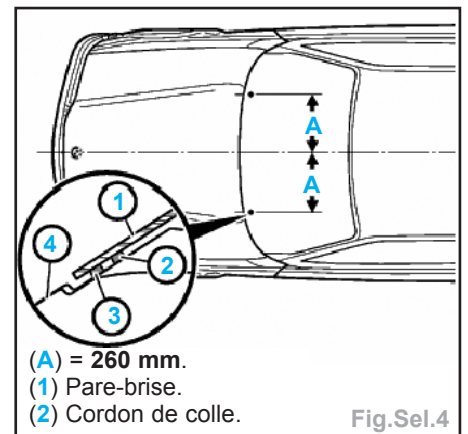

Fig.Sel.4
- Commencer par éliminer entièrement ce qui reste des anciennes butées (3) (risque de casse du pare-brise).
- Coller deux nouveaux tampons (3) distants de (A) du centre de l'auvent (fig.Sel.4).